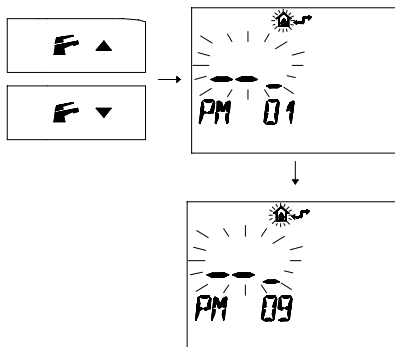

Figura 9.13
- Premere i pulsanti **F** ▼ o **F** ▲ per visualizzare la programmazione "**PM09**" *modo spazzacamino* (Figura 9.13)